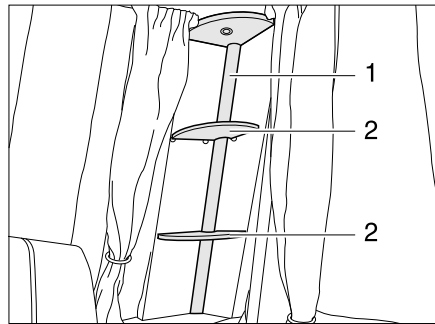

Bild 178 Lichtsäule
- Die Ablagen (Bild 178,2) abnehmen.
- Das Leuchtenglas (Bild 178,1) leicht zusammendrücken und abziehen.